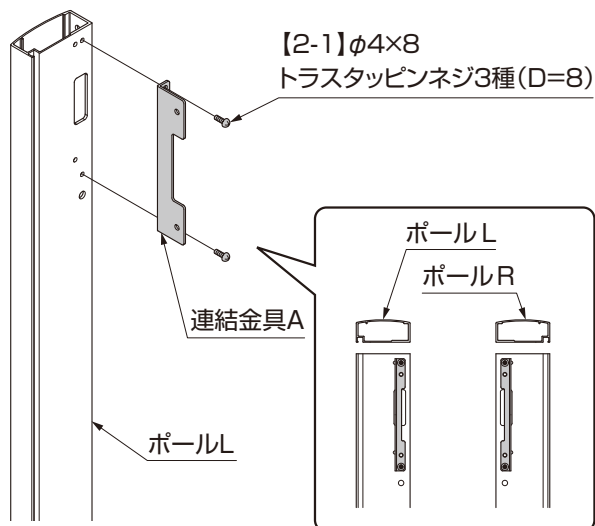

図3-3 ヴェール専用サインの場合
① 連結金具Aを【2-1】でポールR、ポールLにそれぞれ取付けてください。(図3-3、3-4、3-5、3-6参照)